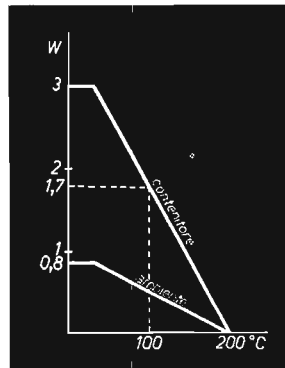

figura 12
Esso assume un duplice valore, a seconda che ci si riferisca alla temperatura ambiente o del contenitore, e consente di tracciare un interessante grafico, che comprende tutte le possibili condizioni termiche, come quello della figura 12.
La conoscenza dei fattori di riduzione ci consente di tracciare il diagramma di dissipazione contenuto nella figura 12. Inoltre possiamo subito verificare graficamente uno dei dati sopra riportati e cioè quello della potenza massima per  $T_c = 100^\circ\text{C}$ . Verifichiamo ora, usando la equazione (1), la massima dissipazione ammissibile per  $T_a = 25^\circ\text{C}$